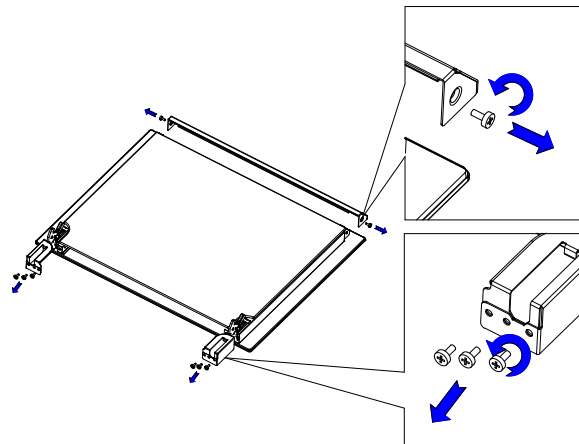

Figure 2
1. ถอดด้านบน โดยการขันสลักเกลียวลงทั้งสองด้าน (ดูตามภาพ figure 2).
2. ขันสลักเกลียวอีก 6 ตัวที่ด้านบนตรงข้ามทั้งสองด้านของประตู. (ดูตามภาพ figure 2).
B. ตำแหน่งของการใส่ตะแกรงและถาดอบ(ดูตาม figure 2):